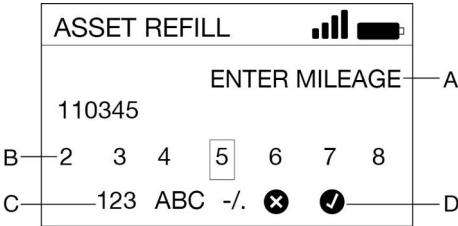

Fig. 28
- Si el activo está configurado para requerir datos de referencia, use el teclado para introducir los datos solicitados (Fig. 28).